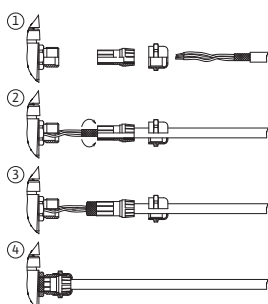

Fig. 25: Skärmlämma
Skärmen ansluts till kabelgenomföringen på elektronikmodulen. Se Fig. 25.
Kablarna till de digitala ingångarna, analoga ingångarna och busskommunikationen måste vara avskärmade via metallkabelförskruvningen till kabelgenomföringen (Fig. 19, pos. 4, 5 och 6). Avskärmning se Fig. 25.